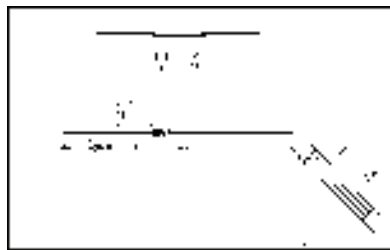

图 13-93 偏移直线 2
- 3) 调用“偏移”命令，偏移直线，结果如图 13-93 所示。